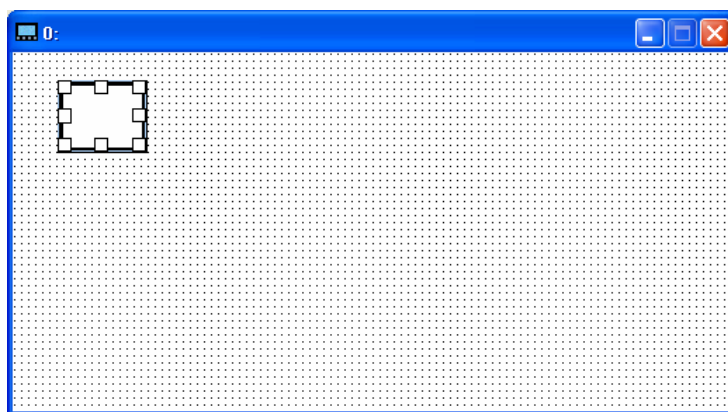

图 6-15 插入按钮
- 步骤 2. 单击 物件(O) > 按钮(B) 或是显示工具栏的「按钮」物件，将鼠标移到页面编辑区，此时鼠标光标会变成十字形，按下鼠标左键拖放其大小，放开后即会出现此物件。如图 6-15。